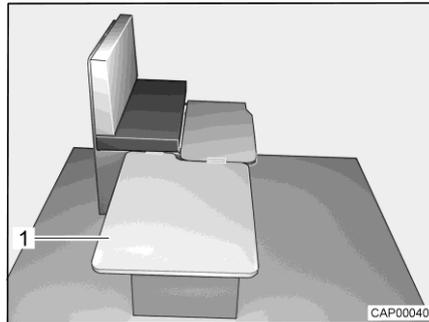

Fig. 48 Pendant la transformation
- Accrocher la planche amovible (Fig. 48,1) le long de la banquette et la poser sur la table.